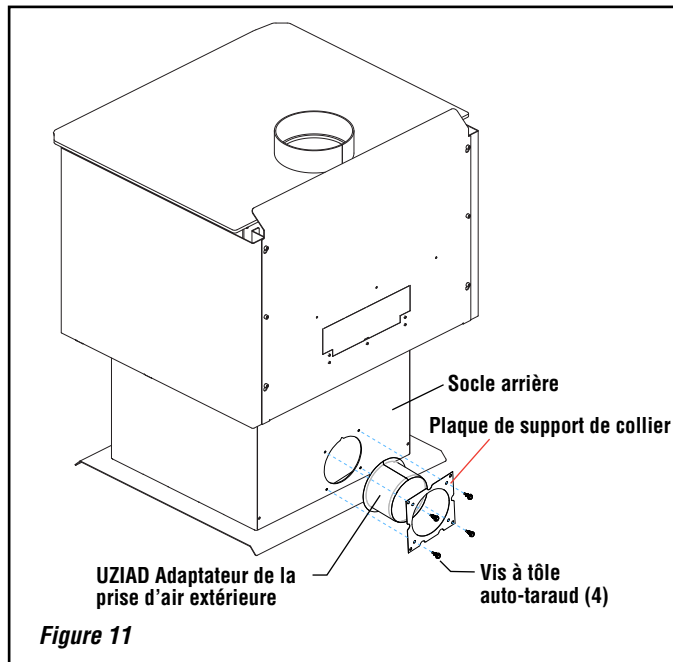

Figure 11
2. Installer le socle arrière comme illustré à la **figure 11**.
- Col avec support de col :** Centrer le collier de 4 po de diamètre sur l'orifice d'admission d'air, puis le fixer avec le support de collier à l'aide des quatre (4) vis Tek de 5/8 po fournies, en alignant la plaque sur les trous de capture de l'unité. Dans certains cas, les trous de capture ne sont pas percés; dans ce cas, utiliser les vis Tek pour commencer les trous directement (**Figure 11**).
4. Installation des conduits et registre d'air (voir Figures 11 à 13) - l'ensemble d'air extérieur peut être installé selon les exigences suivantes:
- b) Le registre d'admission d'air ne doit pas être installé à plus de dix (10) pieds (3050 mm) au-dessus de la base du poêle.
- Installer la prise dans la buse existante du poêle (see figure 11).